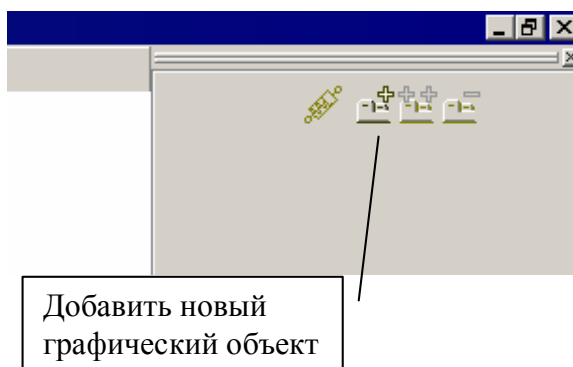

Рис. 1.3. Добавление нового элемента
2. Для добавления нового графического объекта щелкните на кнопке  в верхней части инспектора, см. рис. 1.3.